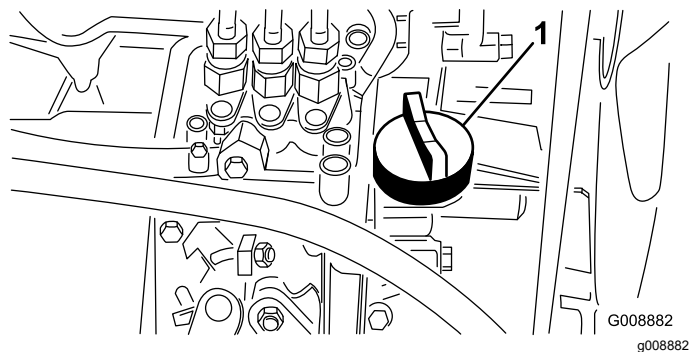

Bild 28
- Entfernen Sie bei niedrigem Ölstand den Ölfülldeckel (**Bild 28**), gießen langsam kleinere Ölmengen ein und prüfen den Stand regelmäßig, bis die Voll-Markierung am Peilstab erreicht wird.